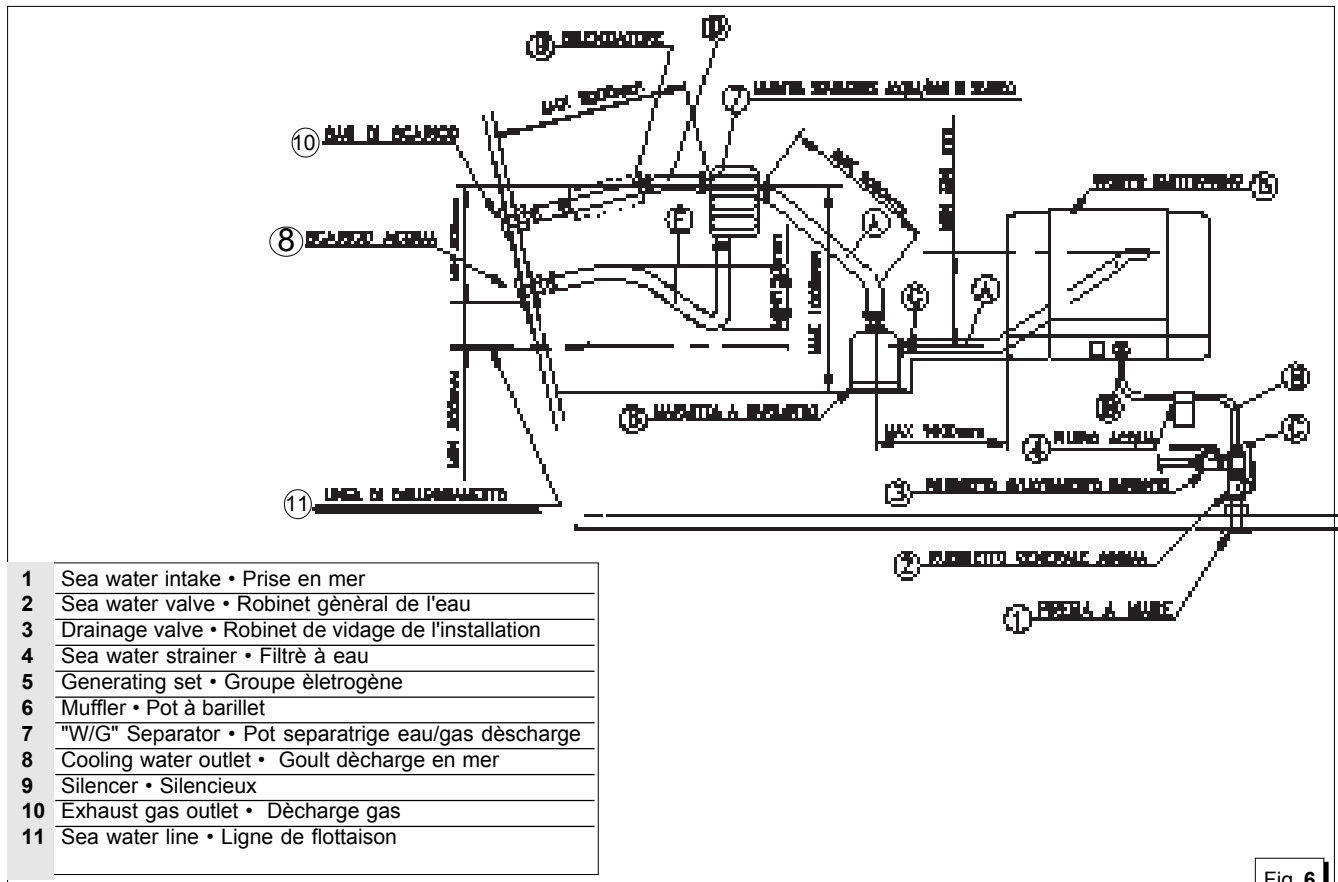
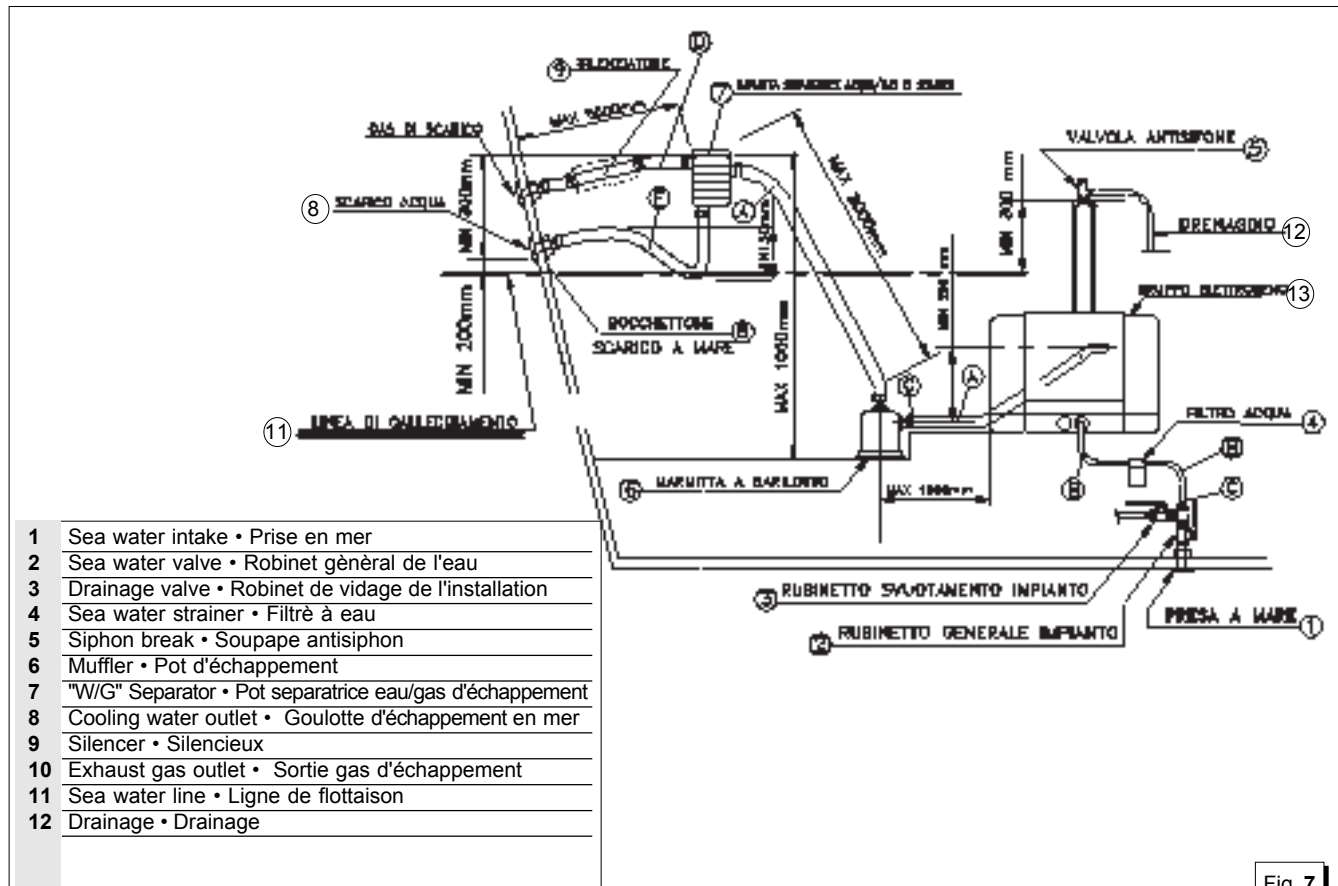

Fig. 6
Fig. 7
2.4. Tipica installazione di gruppo elettrogeno con marmitta separatrice acqua/gas di scarico sopra (fig. 6) e sotto (fig. 7) la linea di galleggiamento
2.4. Typical installation of electric generator with "E/G" separator above (fig: 6) and below (fig. 7) the water-line
2.4. Installation typique de groupe électrogène avec pot séparatrice eau/gas d'égoutte au dessus (fig. 6) et sous (fig. 7) de la ligne de flottaison